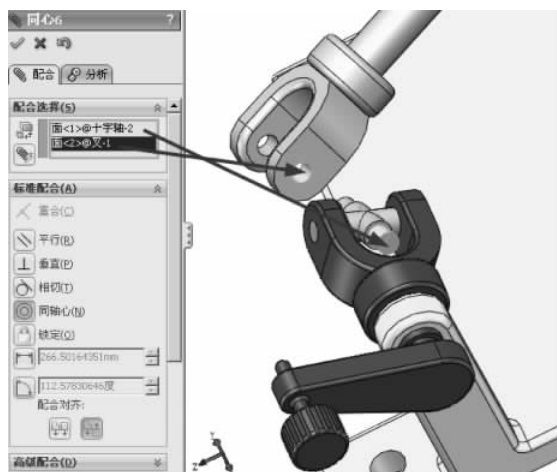

图 3-69 同轴心配合
(4) 单击【装配体】工具栏中的【配合】按钮,弹出【配合】的属性设置。选择【标准配合】选项组下的【同轴心】配合类型,在【要配合的实体】选择框中选择如图 3-69 所示的面,其他保持默认,单击【确定】按钮,完成同轴心的配合。